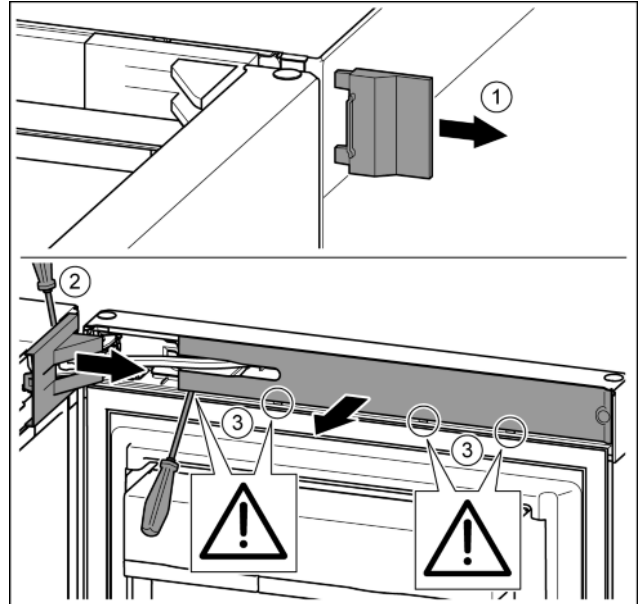

Fig. 10
► Äußere Abdeckung abnehmen. Fig. 10 (1)
► Lagerbockabdeckung mit Hilfe eines Schraubendrehers ausrasten und lösen. Lagerbockabdeckung abnehmen. Fig. 10 (2)
► Blende mit Schlitzschraubendreher ausrasten und zur Seite schwenken. Fig. 10 (3)